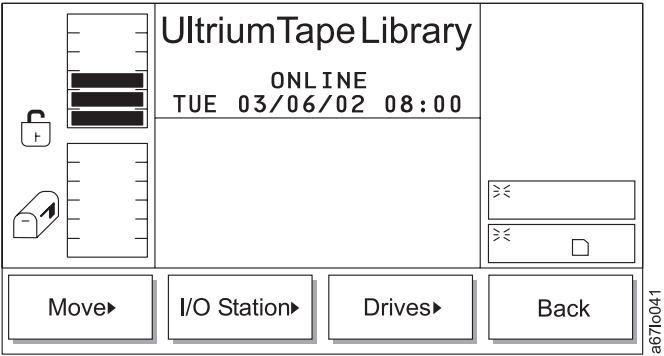

Abbildung 107. Befehlsmenü
Benutzen Sie das Befehlsmenü zum Einleiten von Bewegungsbefehlen. Wählen Sie **Command** im Hauptmenü aus, indem Sie den Knopf unter dem Programmfunktionssymbol **Command** drücken (siehe Abb. 76 auf Seite 101). Das Befehlsmenü erscheint (siehe Abb. 107).
Tabelle 56. Übersetzung von Abb. 107, Befehlsmenü
- Wird **Back** ausgewählt, erscheint das Befehlsmenü (siehe Abb. 107 auf Seite 128).